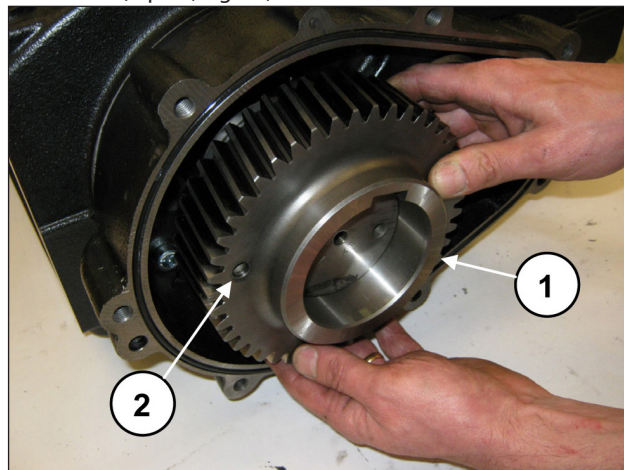

Fig. 14
Dégager la couronne (rep. ①, Fig. 14). Si nécessaire, il est possible d'utiliser un chasoir à inertie à appliquer aux 2 orifices M8 (rep. ②, Fig. 14).